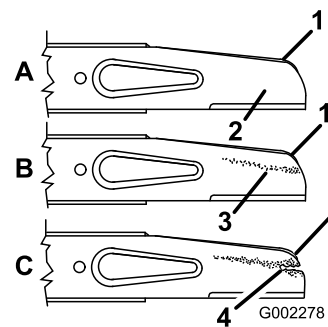

Figura 30
2. Îndepărtați piulițele lamei, acceleratorul și lama (Figura 30).